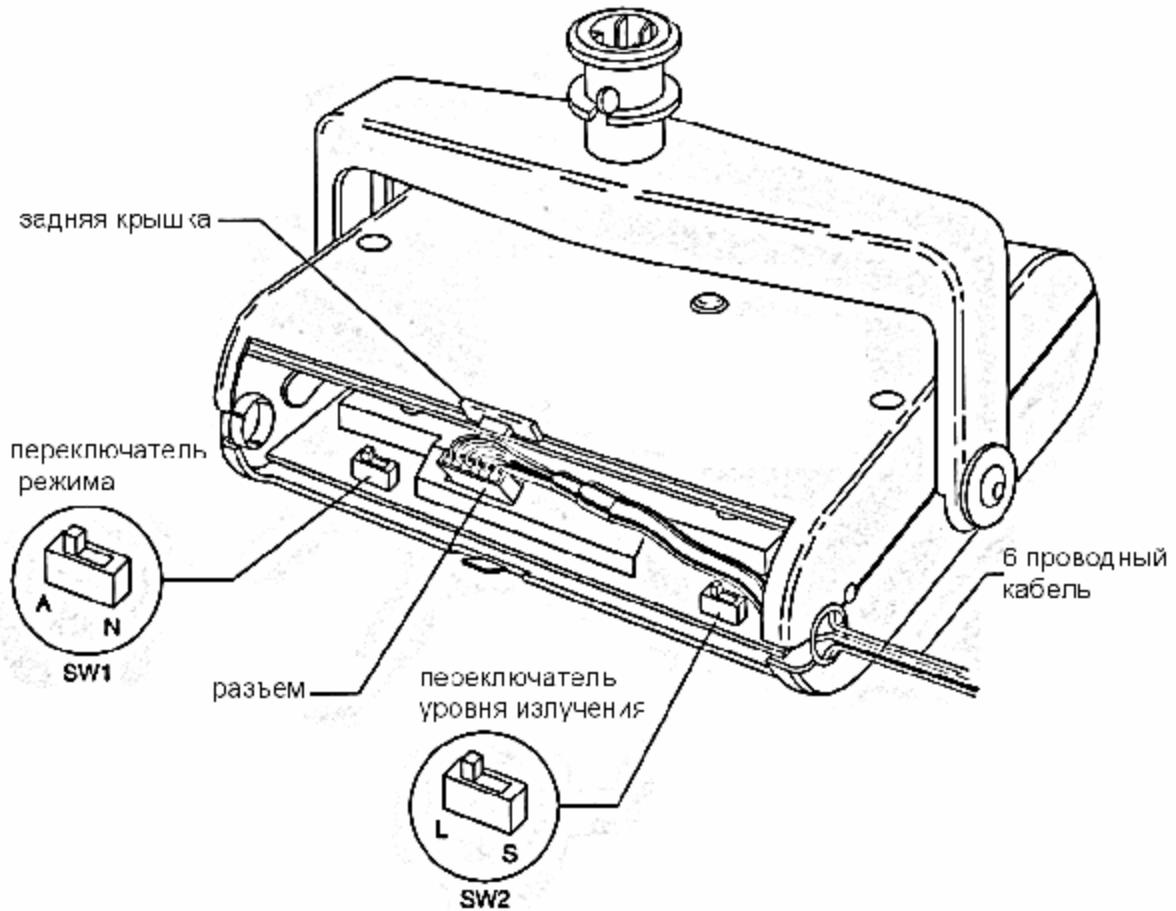

Рис. 9. Передатчик с открытой задней крышкой
3. Установите переключатель уровня излучения «SW2» на передатчике при расстоянии между компонентами извещателя от 10 до 30 метров в положение «S», а при расстоянии от 30 до 100 метров - в положение «L». Переведите переключатель «SW 1» в положение «А» (режим юстировки) (см. рис. 9).
5. Переключите переключатель юстировки на передатчике в положение «N» (рабочий режим) (см. рис. 9) и отсоедините временную проводку при ее использовании. При этом светодиодная индикация передатчика выключается. Аккуратно закройте дверцу передатчика.